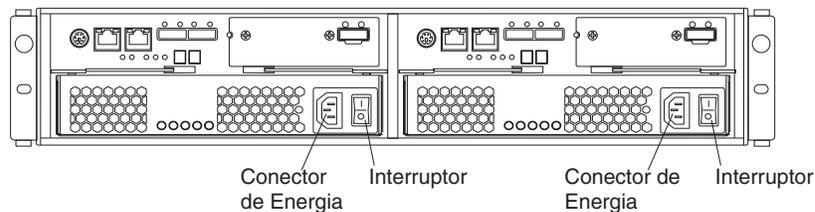
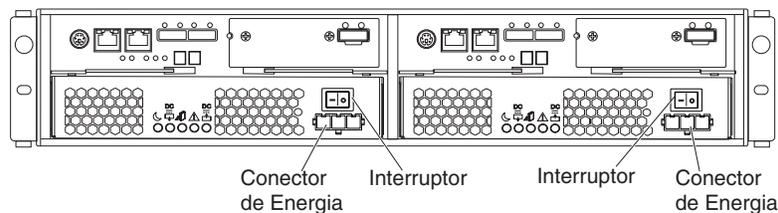

Figura 75. Conectores e Comutadores de Fonte de Alimentação para Modelos ac do DS3500
Figura 76. Conectores e Comutadores de Fonte de Alimentação para Modelos dc do DS3500
6. Ligue os dois comutadores de energia na parte posterior do subsistema de armazenamento. A Figura 75 mostra os locais dos interruptores ac. Figura 76 mostra os locais dos comutadores de energia dc.